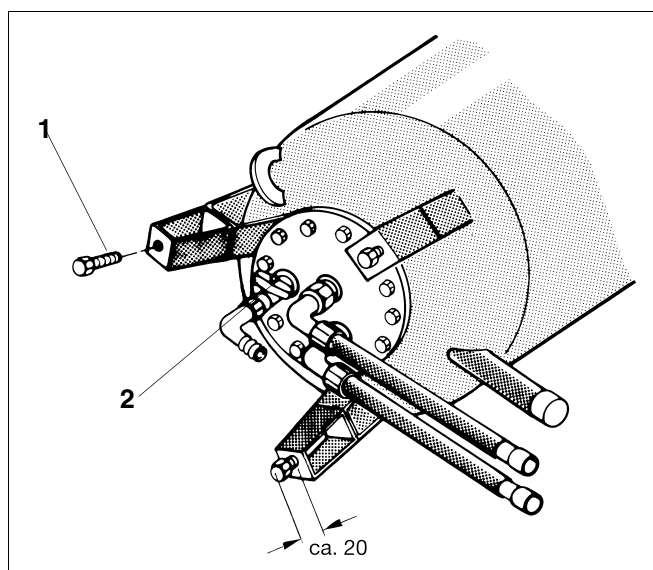

Fig. 3 Utilisation des vis de fixation comme pieds réglables
- Basculer le préparateur sur la palette et le coucher sur le côté. Faire en sorte qu'il ne tourne pas (fig. 3).
- Visser les vis de fixation comme pieds réglables jusqu'à env. 20 mm dans les pieds du préparateur (fig. 3, pos. 1).
- Vérifier si le robinet de vidange est fermé et si les vis de la trappe de visite sont assez serrées pour assurer une étanchéité conforme (fig. 3, pos. 2).
Légende fig. 3: